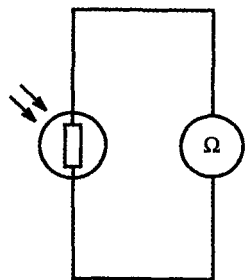

Рис. 85
В этом можно убедиться, если к фоторезистору подключить омметр мультиметра (рис. 85). При освещении фоторезистора показания омметра заметно уменьшаются. Это указывает на увеличение проводимости (уменьшение сопротивления) полупроводников под действием света. Данный эффект не связан с нагреванием, так как он наблюдается и при неизменной температуре.
1. Выберите самый высокий предел измерения омметра мультиметра, присоедините его к зажимам фоторезистора (см. рис. 85) и измерьте его сопротивление при полном затемнении, при рассеянном обычном свете, при освещении лампочкой накаливания, присоединенной к адаптеру.